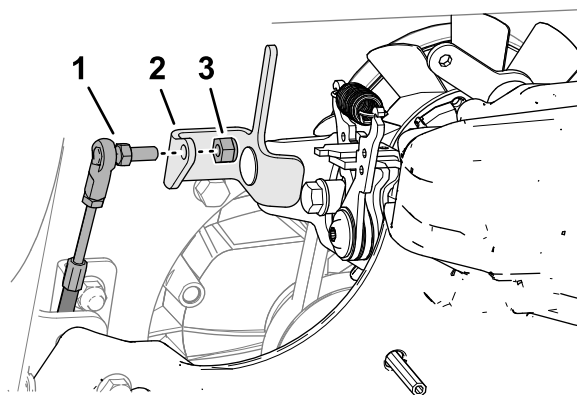

Figure 69
1. Passez la fixation du câble de commande de déplacement dans le trou du support de commande de la boîte-pont (Figure 69).